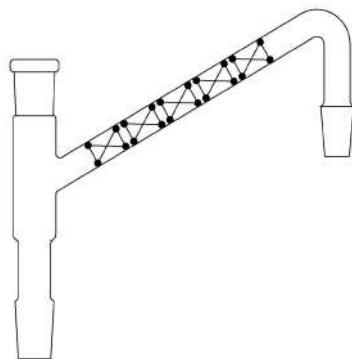

Рис. 64. Насадка с
8. **Насадка с дефлегматором** (рис. 64) применяется в приборах, связанных с фракционным разделением жидкостей. Изготавливается из стекла.